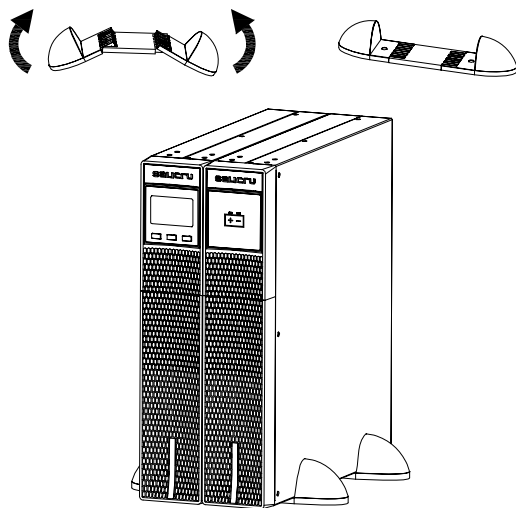

Abb. 9. Modell mit vertikaler Montage -Turmausführung- mit Autonomieerweiterung (Batteriemodul).
- In den Abb. 5 bis Abb. 9 werden beispielhaft die Darstellungen eines Geräts oder von diesem mit seinem Batteriemodul gezeigt. Diese Abbildungen dienen als Hilfe und Anleitung bei den zu befolgenden Schritten und sind auf keinen Fall dazu bestimmt, die Anweisungen für ein einzelnes Modell zu spezifizieren, obwohl in der Praxis die durchzuführenden Aktionen für alle Modelle immer gleich sind.
- Die USV und das Batteriemodul zwischen den beiden Sockeln (siehe Abb. 9) und mit einem Abstand von 70 mm von jedem Ende, so wie in der Abb. 7 dargestellt, stehend aufstellen.
Das im Schlauch enthaltene Erdungskabel an den entsprechenden gekennzeichneten Stellen anschließen, sei es an einer Klemme oder an einer Schraube (siehe Abb. 9).